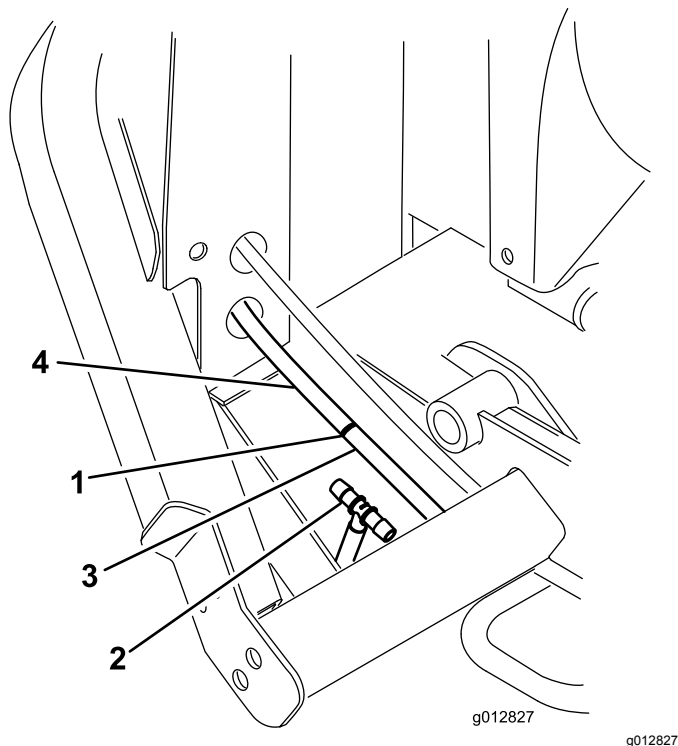

Figure 17
- B. Mesurez environ 12,7 cm à partir du cadre de radiateur et coupez le flexible de retour du refroidisseur d'huile (**Figure 17**).